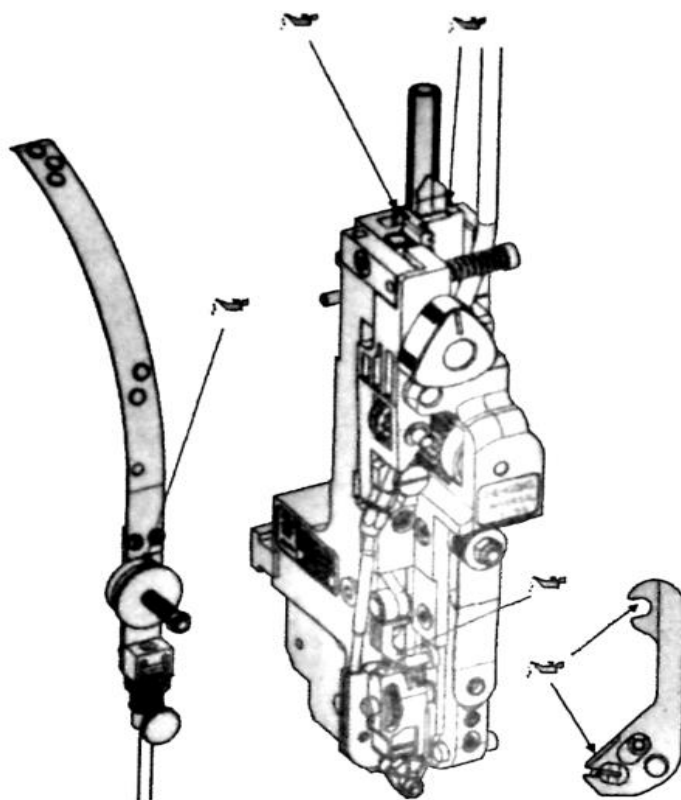

Рис. 12
- установить дополнительный зажим L-1. При установке зажима L-1 затяните шестигранную самостопорящую гайку (2). Не имеет значения, затянешь ли ты его немного, ты все равно сможешь повернуть пружину лезвия.
• Смазка (Рис. 12)